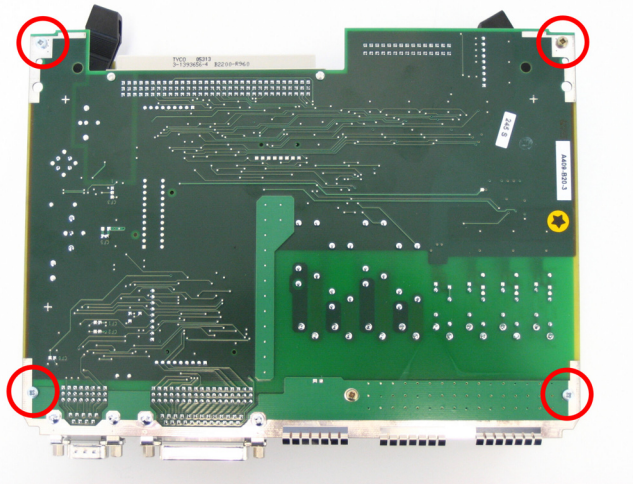

Bild 1-8 Befestigungsschrauben der CPU-Baugruppe
- Entfernen Sie die Platine, indem Sie diese vier Schrauben lösen (siehe Bild 1-8).